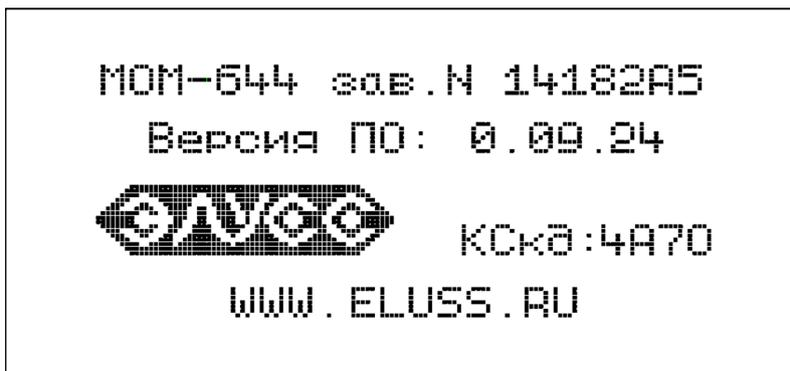

Рис. 2. Пример экрана загрузки прибора MOM-644.
2.2.2. При первом включении перед началом работ необходимо убедиться в достоверности калибровочных данных путем сверки информации в паспорте изделия и свидетельстве о поверке с контрольными числами, указанными на экране загрузки Микроомметра (см. рис. 2):
2.3.1. Для включения прибора необходимо нажать и удерживать в течении 3х секунд кнопку , при этом кратковременно включается однотонный звуковой сигнал и в течении 2 сек. отобразится экран загрузки прибора рис. 2. Для увеличения данного времени необходимо в момент отображения экрана загрузки нажать и удерживать кнопку .